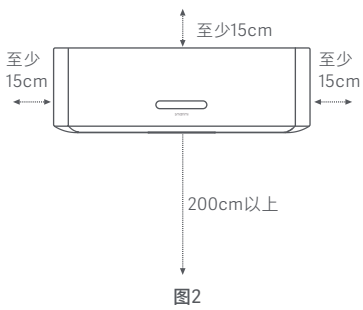

图2
- 安装在可以承受空调器重量且不增加运转噪声及振动的墙上。如图 2 所示。